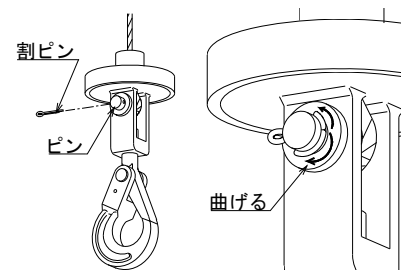

図 3
- 4) 割ピン先端をプライヤーなどで折り曲げて抜けないようにする。(図 3)